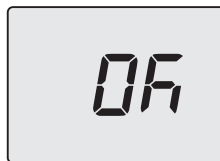

Figura 5.39
- Premendo il tasto 15 (Figura 5.33) si ottiene la conferma del valore inserito. Il display visualizzerà per 5 sec. quanto segue (Figura 5.39) poi, si porterà al livello superiore.